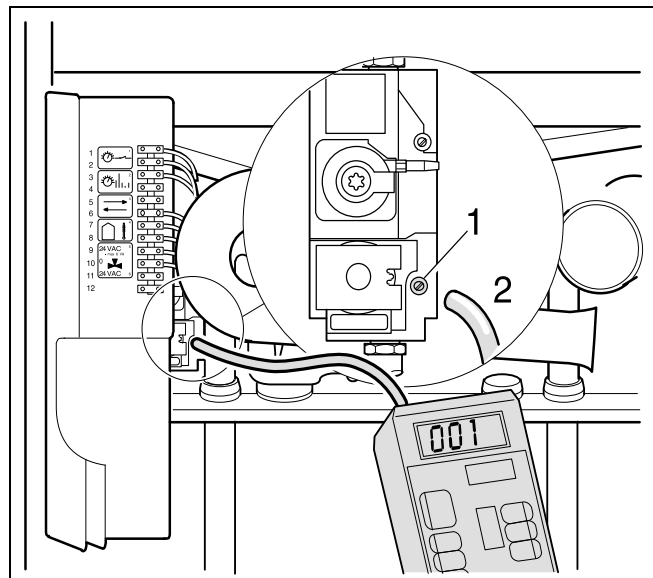
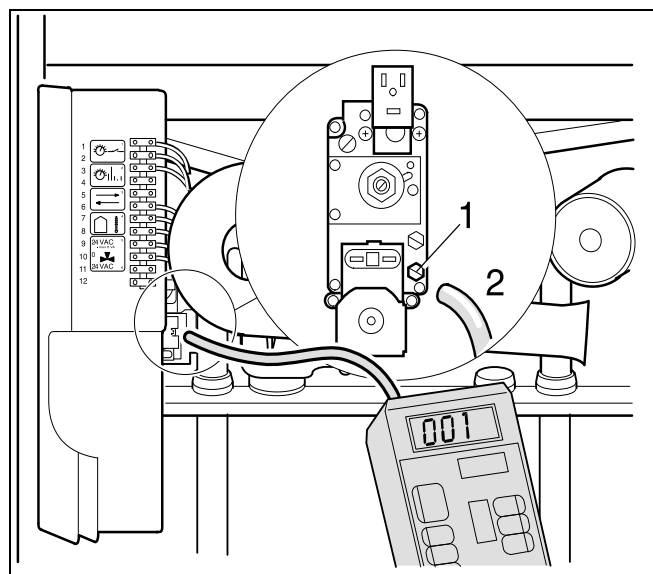

Abb. 25 Gasanschlussdruck messen (Honeywell-Armatur)
Abb. 26 Gasanschlussdruck messen (SIT-Armatur)
- Verschlusschraube am Prüfnippel für Gasanschlussdruck bei Honeywell-Armatur (Abb. 25, Pos. 1) zwei Umdrehungen lösen,
bei SIT-Armatur (Abb. 26, Pos. 1) ganz herausdrehen.
- Messschlauch des Druckmessgeräts auf den Prüfnippel aufstecken (Abb. 25, Pos. 2 oder Abb. 26, Pos. 2).